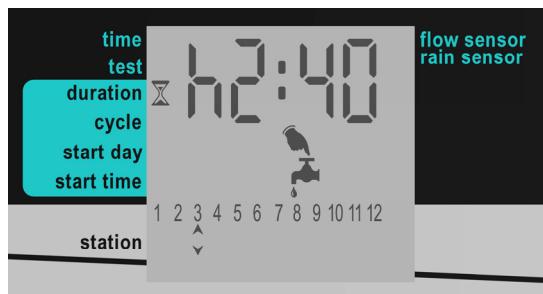

Figura 20: Ejemplo de pantalla de duración
1. Pulse ⏮ hasta que aparezca la pantalla Duración (Figura 20).
En la Figura 20, la duración establecida es de 2 horas 40 minutos para la estación 3. Una duración de 0:00 establece que la estación nunca abra sus válvulas (por lo cual la secuencia pasa inmediatamente a la próxima estación).